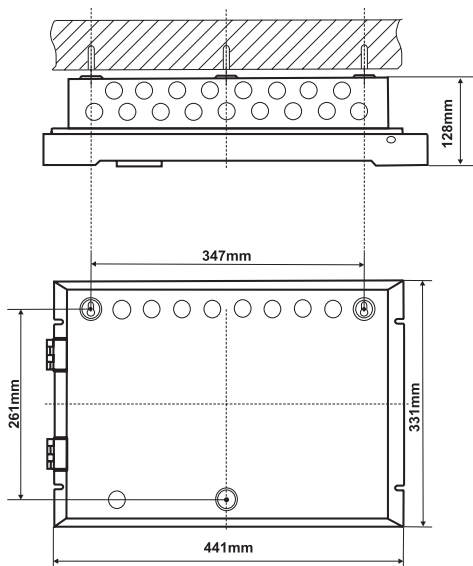

Figura 5.
- Taladre orificios de $\varnothing 6\text{ mm} - 8\text{ mm}$ en la pared y fije la caja utilizando los anclajes y tornillos suministrados (Posiciones 2 y 4, página 31) - vea la figura 5.